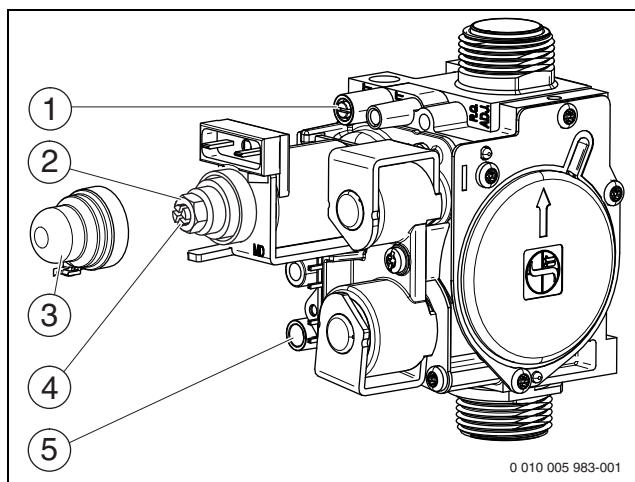

Рис. 31 Газовая арматура
- ▶ Отверните уплотнительный винт штуцера измерения давления на форсунках (рис. 31, [1]) и подсоедините U-образный манометр.
- ▶ Снимите крышку (рис. 31, [3]).
- ▶ Значение «max» давления (мбар) на форсунках приведено в таб. на стр. 50. Установите давление на форсунках регулировочным винтом максимального расхода газа (рис. 31, [2]). Поворот направо - больше газа, поворот налево - меньше газа.
- ▶ Значение «min» давления (мбар) на форсунках приведено в таб. на стр. 50. Установите давление на форсунках регулировочным винтом минимального расхода газа (рис. 31, [4]).
- ▶ Выключите котёл и закройте газовый кран, отсоедините U-образный манометр и заверните уплотнительный винт (рис. 31, [1]).
- ▶ Отверните уплотнительный винт на штуцере измерения подаваемого давления газа (рис. 31, [5]) и подсоедините манометр.
- ▶ Установите и опломбируйте крышку (рис. 31, [3]).
- ▶ Снимите заглушку с измерительного штуцера дымовых газов (→ рис. 31, [1]).